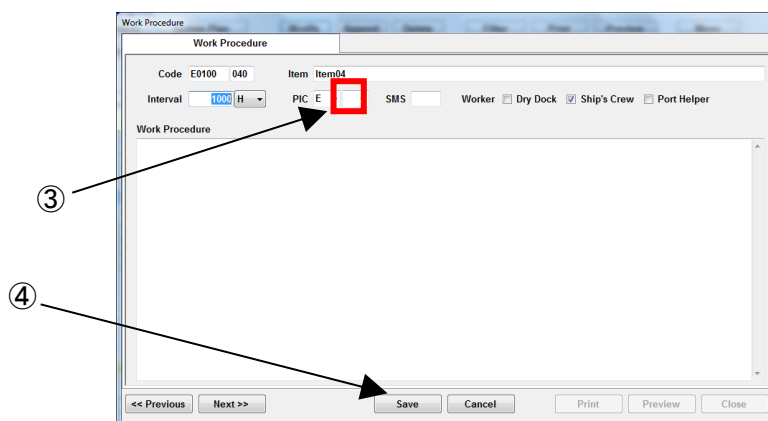

図 10-12 Work Procedure 画面
- (2) “Work Procedure”画面 (図 10-12) が表示されます。
- (3) PIC(担当者)の“Code 番号”のみ編集することができます。“D”、“E”、“R” 等の所掌区分は編集することができません。
- (4) [Save]ボタンをクリックして編集内容を保存して、[Close]ボタンをクリックして“Work Procedure”画面を終了させてください。